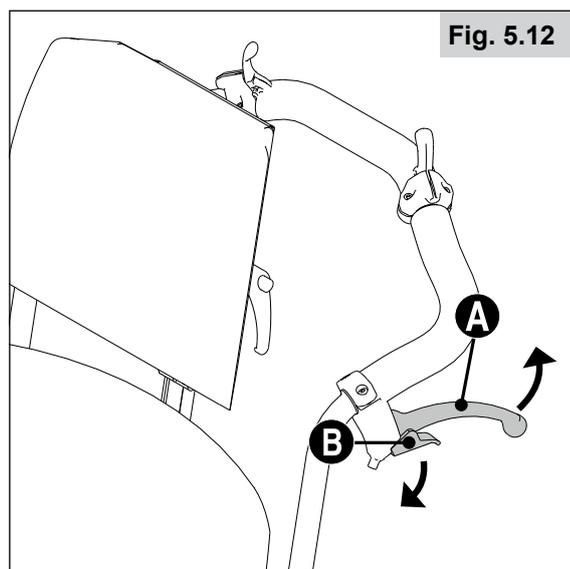

Fig. 5.12
I freni a tamburo permettono all'accompagnatore di frenare in modo funzionale e sicuro. Possono essere azionati con l'ausilio di una leva di blocco (B) per impedire qualsiasi spostamento indesiderato. Lo scatto della leva di blocco deve essere ben udibile. I freni a tamburo funzionano indipendentemente dalla pressione degli pneumatici (Fig. 5.12).